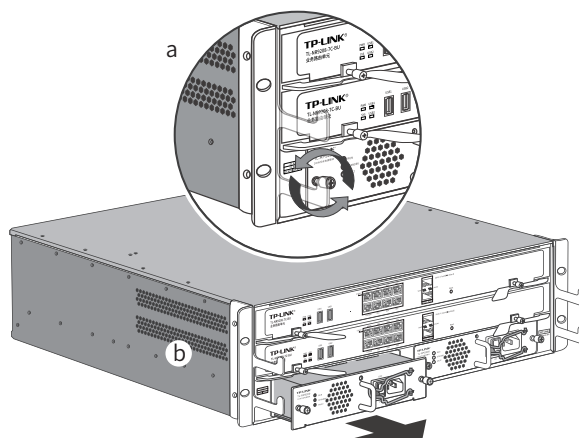

图4-3 拆卸电源模块示意图
4. 拆卸电源模块。拧松电源模块上两侧的松不脱螺钉，将电源模块沿着插槽的导轨轻轻拉出，直到完全脱离插槽为止。如图4-3所示。